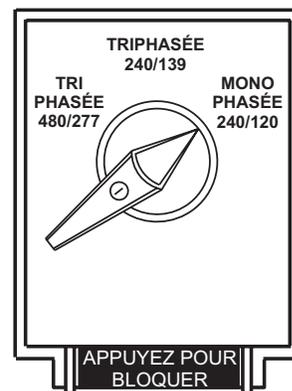

Figure 39. Le Commutateur de Sélection de la Tension
1. Placez le commutateur de sélection de la tension dans la position désirée (Figure 39).